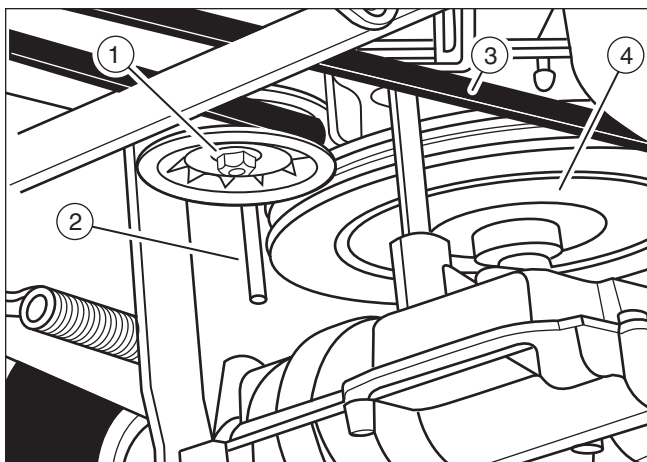
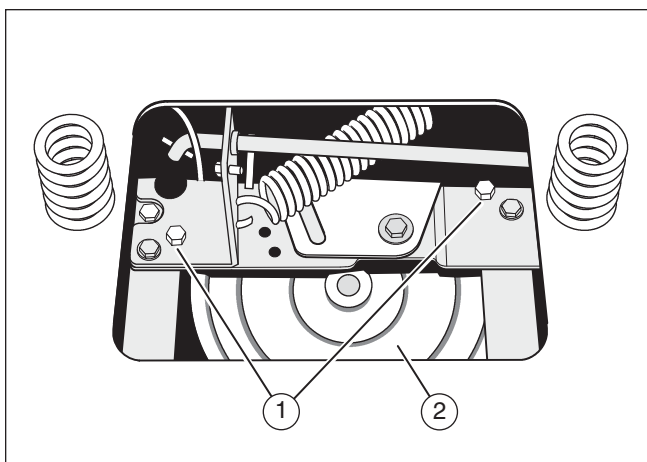

Figure 16
Figure 17
3. Retirer la poulie accessoire (1) (Figure 16).
4. Pour accéder aux guides de courroie (1), retirer la batterie et son bac (Figure 17). Cf. "Retrait de la batterie".
5. Relâcher les guides de courroie (1) de la poulie motrice (2).
6. Retirer la courroie motrice (3) de la poulie motrice (4) (Figure 16).